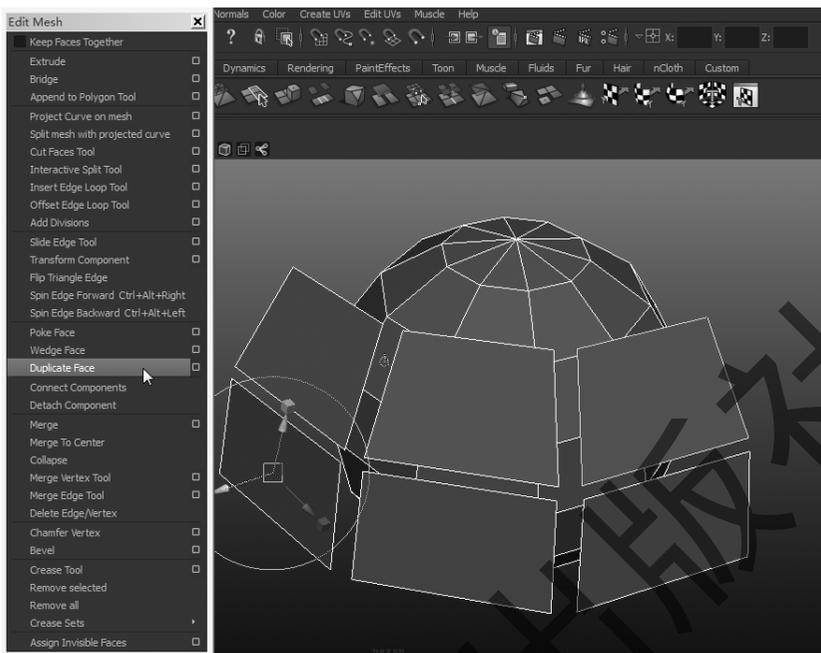

图 4-12 复制面
(1)选择要复制的面,并选择 Edit Mesh→Duplicate Face,其效果如图 4-12 所示。